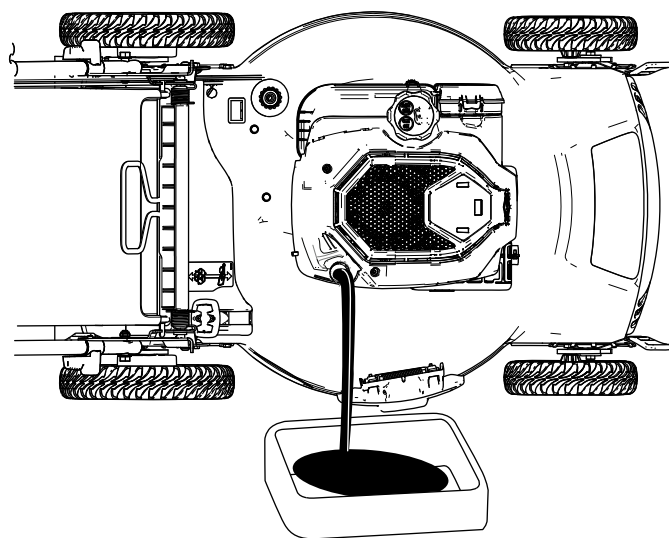

**Figure 27**
3. Tournez le bouchon dans le sens antihoraire et sortez la jauge (Figure 27).
10. Relevez le niveau d'huile indiqué sur la jauge (Figure 27).